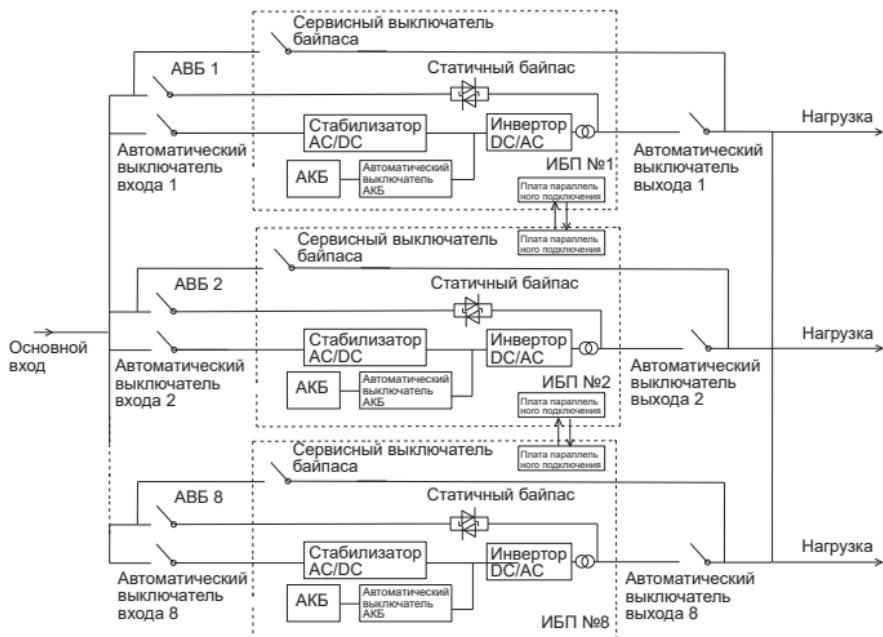

Рисунок 28 – Схема параллельного подключения ИБП с одним входом
9.1.3 Схема параллельного подключения ИБП с одним входом приведена на рисунок 28.